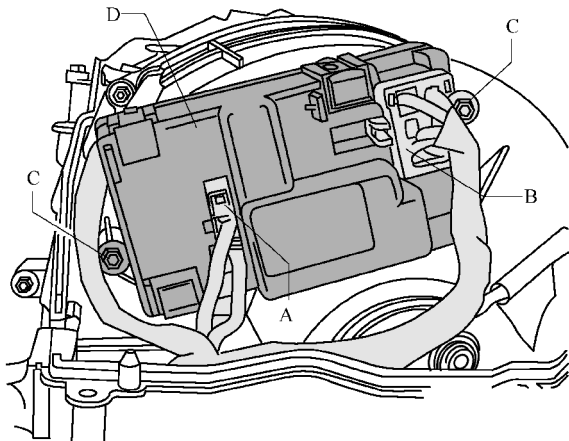
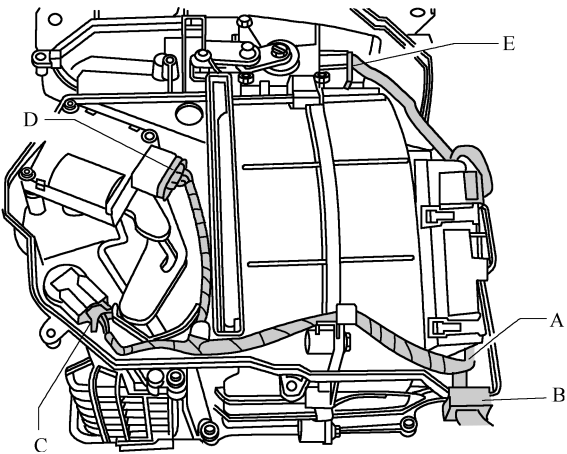
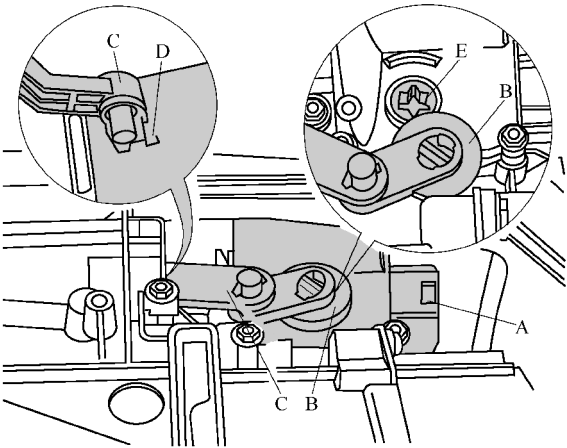
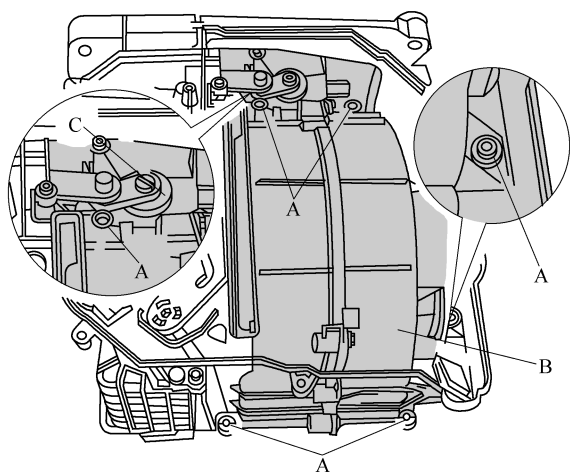

图 8-3-14 拆下新鲜空气鼓风机控制单元 J126
图 8-3-15 新鲜空气鼓风机外部图
图 8-3-16 拆卸连接元件 B
图 8-3-17 拆下新鲜空气鼓风机 V2-B
(1) 关闭点火开关, 拆下车窗玻璃刮水器摆臂和车窗框板饰板。
(2) 拆下进气单元上的盖板。如图 8-3-14 所示, 拔下插接器 A(至新鲜空气鼓风机 V2)和 B, 旋出螺栓 C。拆下新鲜空气鼓风机控制单元 J126(图中 D 位置)。
(1) 如图 8-3-14 所示, 安装新鲜空气鼓风机控制单元 J126。
(2) 以 $10\text{N} \cdot \text{m}$ 略微拧紧紧固螺栓 C。
(3) 插上插接器 A(至新鲜空气鼓风机 V2)和 B。
(4) 安装进气单元的上部盖板前检查插接器 A 和 B 的正确位置和导线连接。
(5) 按与拆卸相反的顺序重新安装已拆下的部件。
(6) 查询操作与显示单元(Climatronic 控制单元 J255)的故障存储器并删除可能显示的故障, 然后进行空调器的基本设置和执行器诊断。
(2) 拆下进气单元上的盖板, 拆下新鲜空气鼓风机控制单元 J126。
(3) 如图 8-3-15 所示, 从不同的部件上拔下插接器 C、D 和 E。从进气单元的外壳中松开套管 B, 并将导线束 A 置于一侧。
(4) 如图 8-3-16 所示, 将连接元件 B 从伺服电
(6) 旋出螺栓 A(5 件), 如图 8-3-17 所示。
(7) 如图 8-3-17 所示, 拆下新鲜空气鼓风机 V2-B, 特别注意不要弯折连接元件 C。
E 的位置(轴必须位于图 8-3-16 中示出的位置上)。
4) 让伺服电动机运转,直到轴 E 位于图 8-3-16 中所示的位置并且连接元件无需预应力即可插上,旋转方向可通过对换正极和负极转换。
(2) 安装空气内循环风门伺服电动机 V113 和新鲜空气鼓风机 V2。
(3) 如图 8-3-17 所示,安装新鲜空气鼓风机 V2,同时特别注意不要弯折连接元件 C。
(4) 如图 8-3-16 所示,将连接元件 B 装入伺服电动机 A 的轴 E 中。
(5) 检查连接元件 B 和伺服电动机的轴之间的连接,连接元件必须卡止。
(6) 装入螺栓 A,如图 8-3-17 所示。
(7) 以 10N·m 略微拧紧紧固螺栓 A。
(8) 如图 8-3-15 所示,安装套管 B 和导线束 A。
(9) 连接不同部件的插接器 C、D 和 F。
(10) 安装新鲜空气鼓风机控制单元 J126。
(11) 如图 8-3-14 所示,安装进气单元的上部盖板前,检查插接器 A 和 B 的正确位置和导线连接。
(12) 按与拆卸相反的顺序重新安装已拆下的部件。
(13) 查询操作与显示单元(Climatronic 控制单元 J255)的故障存储器并删除可能显示的故障,然后进行空调器的基本设置和执行器诊断。
(1) 检查空气内循环风门伺服电动机 V113 的轴 E 的位置(轴必须位于图 8-3-16 中示出的位置上)。